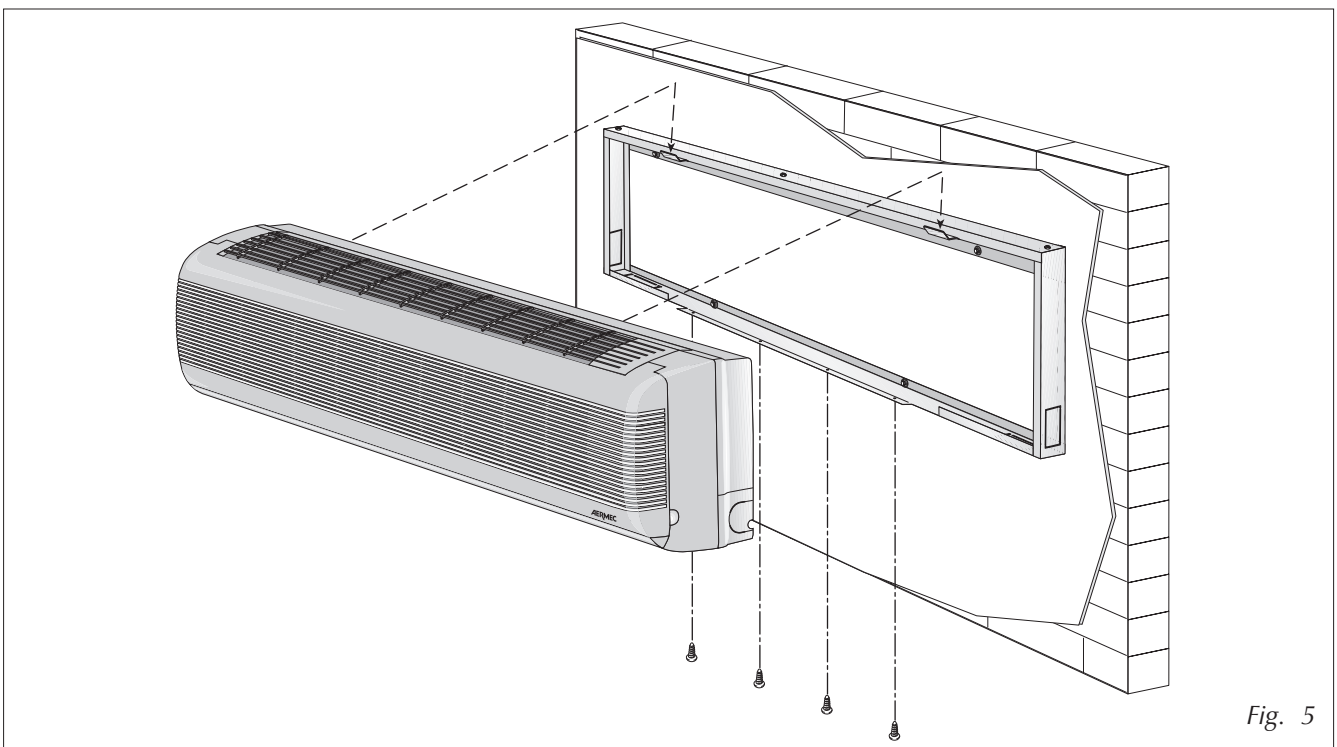

Fig. 5
La dima consente di effettuare collegamenti idraulici ed elettrici da qualsiasi direzione, è dotata di quattro elementi rimovibili (fig.5) oltre alla possibilità di accedere direttamente dal muro all'interno della dima stessa (fig.6-7-8-9-10-11).
- Fissare il ventilconvettore alla dima. Posizionare la parte superiore sui supporti della dima e spingere la parte inferiore dell'unità fino a che si appoggi, poi fissare con le 4 viti (fig. 5).
- Fix the fan coil to the template. Place the top on the template then push the bottom of the unit until it clips on, finally fix it with the 4 screws (fig. 5).
- Fixez le ventilo-convecteur au gabarit. Positionnez la partie supérieure sur les supports du gabarit, ensuite poussez la partie inférieure de l'unité jusqu'à elle ensuite fixer les 4 vis (fig. 5).
- Den Gebläsekonvektor an den Rahmen befestigen. Den Gebläsekonvektor oben am Rahmen einhaken und unten mit den Schrauben befestigen (Abb. 5).